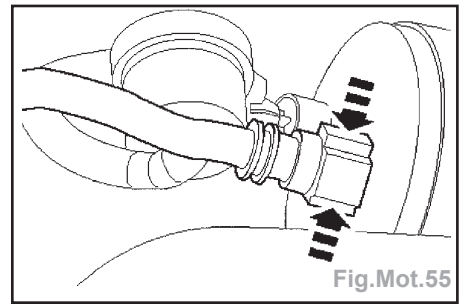

Fig.Mot.55
- Débrancher le tuyau de dégazage de réservoir de carburant de la cartouche à charbon actif (Fig.Mot.55).